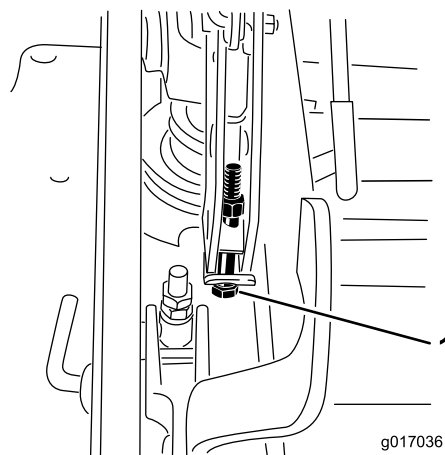

**Bild 87**
12. Zum Einstellen der zentralen Einstellung lösen Sie die zwei Schrauben unten an der Schnitthöhenplatte. Siehe Bild 87.
14. Ziehen Sie die Schrauben unten an der Schnitthöhenplatte an (Bild 87). Ziehen Sie sie auf 37 bis 45 Nm an.